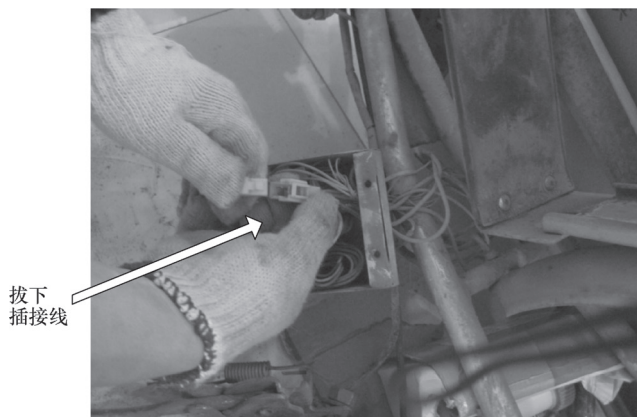
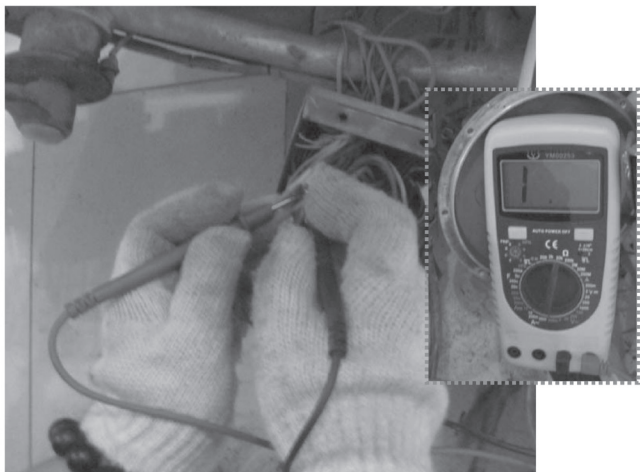

图 7-45 拔下插接线
图 7-46 测量电动机主相线电阻
5) 然后把电动机与控制器间的主相线从弹头与弹壳处拔下（如图 7-45 所示），用万用表的  $R \times 1$  挡在电动机主相线弹头处测量（如图 7-46 所示），三根主相线中每两根间的电阻都为无穷大，表明电动机绕组断路或三根引线中性点处断开。